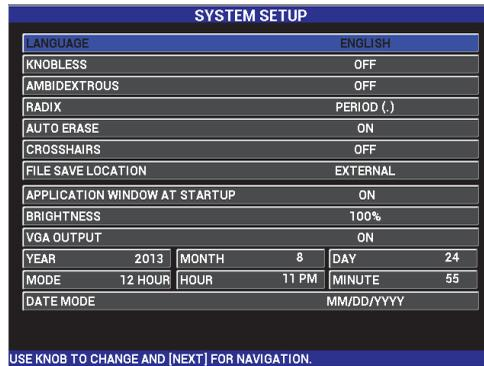

Figura 3-1 Pantalla SYSTEM SETUP (configuración del sistema)
1. Pulse dos veces la tecla de menú ADV SETUP (); después, pulse la tecla de función B para acceder a la pantalla **SYSTEM SETUP** (configuración del sistema). Vea la Figura 3-1 en la página 72.
1. Pulse dos veces la tecla de menú ADV SETUP () después, pulse la tecla de función B para acceder a la pantalla **SYSTEM SETUP** (configuración del sistema). Vea la Figura 3-1 en la página 72.
3. En la pantalla **SYSTEMS SETUP** (vea la Figura 3-1 en la página 72), utilice la tecla FULL NEXT () para seleccionar/resaltar los parámetros deseados y, a continuación, utilice la rueda de ajuste para cambiar sus valores: